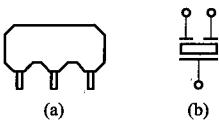

图 1-12 三端滤波器外形及电路图形符号
(2) 三端滤波器。在电视机中常用到 6MHz 和 6.5MHz 三端滤波器。它的电路符号和外形如图 1-12 所示。昆仑 B3110 型黑白电视机中 X301 就是使用的 6.5MHz 三端滤波器。三端滤波器相当于  $Q$  值很高的 LC 并联谐振电路。它在昆仑 B3110 机中用于取出 6.5MHz 第二伴音中频信号，而不让 6MHz 的视频信号进入，实现声音和图像不互相干扰。